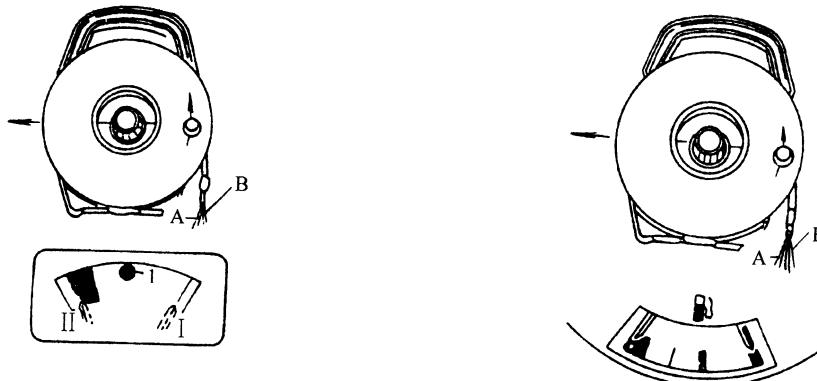

图 9-61 检查水温表
(1) 在蓄电池电量充足的情况下，拔下水温传感器插头。如图 9-61 所示，利用辅助接线 V.A.G1594 将水温传感器与检测仪 V.A.G3101 连接。
(2) 接通点火开关, 水温表上的红色发光二极管大约闪亮 3s。熄灭后, 将检测仪电压表调到数值 50, 水温表指针应指在报警区(图 9-61 中的 II 位置), 同时红色发光二极管闪亮; 如果将检测仪电压表调到数值 510, 水温表指针应指在温度上升区(图 9-61 中的 I 位置)。测量时, 允许有一个指针宽度的偏差。